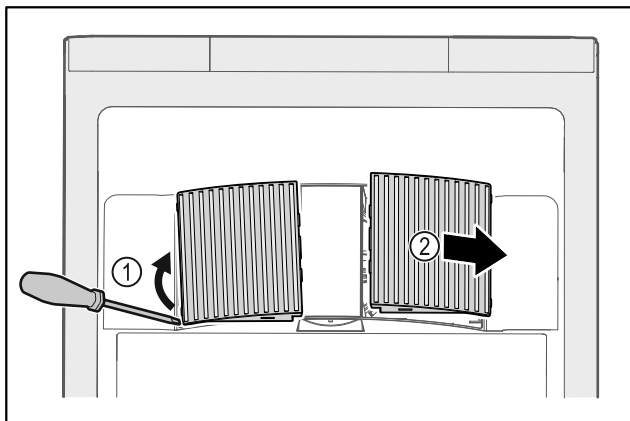

Fig. 59
- ▶ Осторожно подденьте крышки вентилятора сбоку Fig. 59 (1) и снимите их движением вперед Fig. 59 (2).